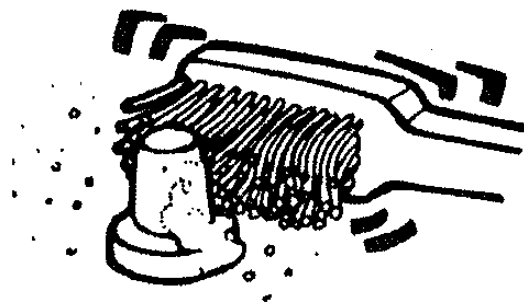

Рисунок 12.9.3.5 – Очищення клеми від корозії
1. Перевірте клеми на послаблення та присутність корозії рис. 12.9.3.5.